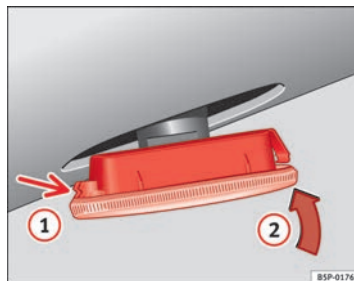

Fig. 173 Indicatori di direzione laterali
- Collocare l'intermittente nel foro della carrozzeria, incastrando le linguette **(1)** ⇒ fig. 173, e successivamente inserire la lampada come indicato dalla freccia **(2)** ⇒ fig. 173..